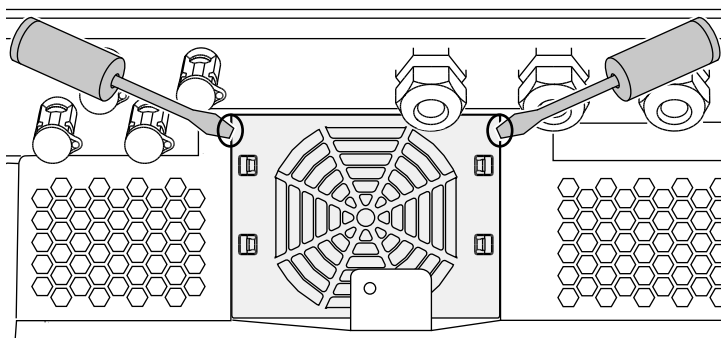

Fig. 68: Soltar la rejilla del ventilador
2. Desmontar el ventilador. Para ello, introducir un destornillador en el borde de la rejilla del ventilador y ejercer una ligera presión en esta. **Fig. 68**